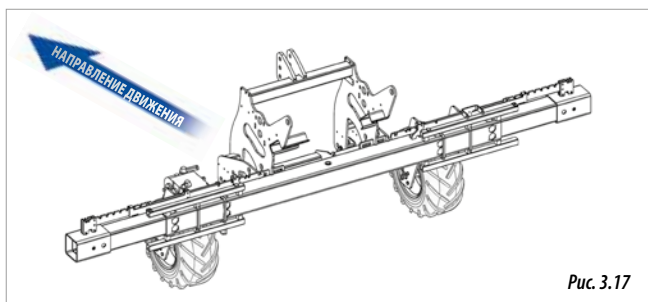

Рис. 3.17
- ПРОСТАЯ ТЕЛЕСКОПИЧЕСКАЯ РАМА (рис. 3.17).